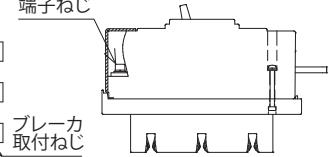

図 9
- ⑤3 点セムス六角穴付ボルト M8×20 をブレーカの端子ねじとして使用し、適正締付トルク一覧表（P.1）の値で締め付けてください。(図 9)